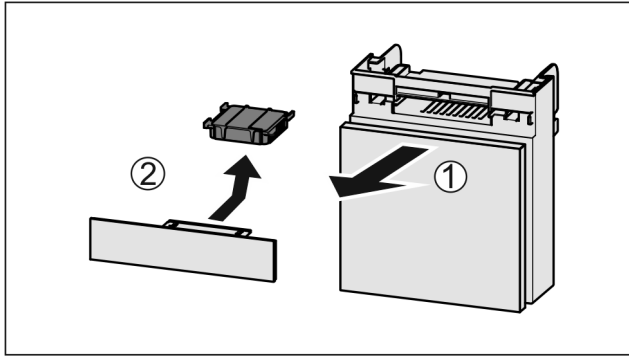

Fig. 83
- ▶ Lade vanaf de voorkant eruit trekken Fig. 83 (1).
- ▶ Actiefkoolfilter verwijderen Fig. 83 (2).